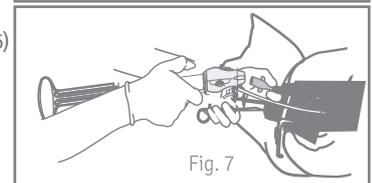

Fig. 7
6. Interrumpa la succión apretando y empujando la válvula hasta cerrar. Desconecte la cánula del aspirador cuando el procedimiento fuere concluido. (Fig. 7)